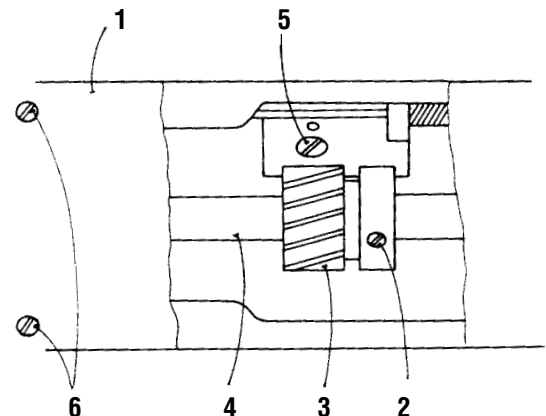
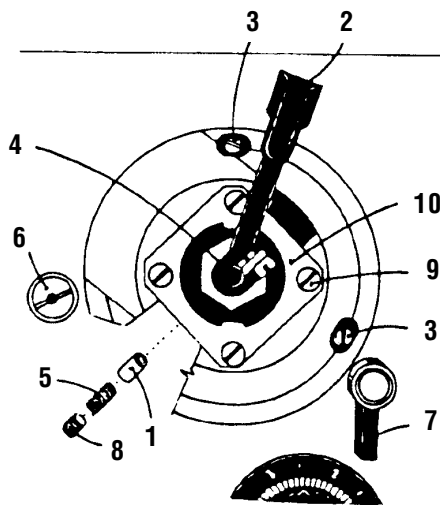

Abb. 17
Abb. 18
17. Einstellung der Verschiebung des Zickzackstiches (Fig. 17)
18. Einstellung der Betätigungskraft der stufenlosen Einrichtung des Zickzackstiches (Abb. 18, 19)
19. Ausgleich des Zahnspieles im Getriebe des Zickzackstiches (Abb. 17, 18)
Zum Ausgleich des Zahnspieles im Getriebe des Zickzackstiches dient der Exzenterzapfen (6, Abb. 18). Wenn wir dieses Spiel ändern wollen, müssen wir zuerst den oberen Deckel (1, Abb. 17) nach dem Ausschrauben von vier Befestigungsschrauben (6, Abb. 17) demontieren. Nach der Lockerung der Schraube (5, Abb. 17), die im Anlauf im Raum des Armes angebracht ist, wird man durch das Verdrehen des Exzenterzapfens (6, Abb. 18) den Ausgleich des minimalen Zahnspieles im Antrieb des Zickzackstiches, d.h. zwischen dem Zahnrad auf dem Nocken komplett und dem Zahnrad (3, Abb. 17) auf der Oberwelle vornehmen. Die eingestellte Lage durch das tüchtige Nachziehen der Schraube (5, Abb. 17) sichern.